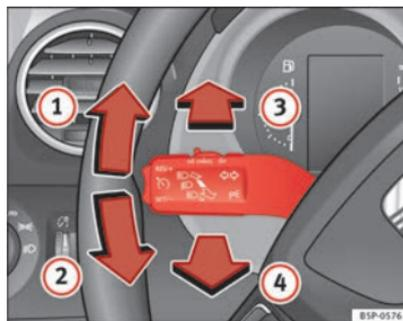

Fig. 75 Palanca de intermitentes y de luz de carretera
- Desplace la palanca hacia arriba hasta el tope ⇒ fig. 75 ① para encender el intermitente **derecho** o bien hacia abajo ②, para encender el intermitente **izquierdo**.
- Si las luces de cruce están activadas pulse la palanca hacia adelante ⇒ **fig. 75 ③** para encender la luz de carretera.
- Pulse la palanca hacia el volante ⇒ **fig. 75 ④** para apagar la luz de carretera.